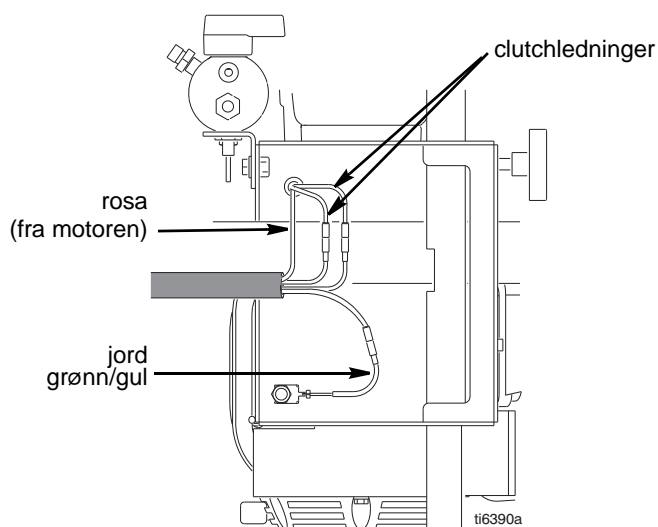

FIG. 12
2. FIG. 12. Kople fra alle nødvendig ledninger.
3. FIG. 12. Kople til alle nødvendige ledninger.
- FIG. 12. Trykk pinnen (31) inn i hullet. Press låseringen inn i sporet hele veien rundt veivstangen.